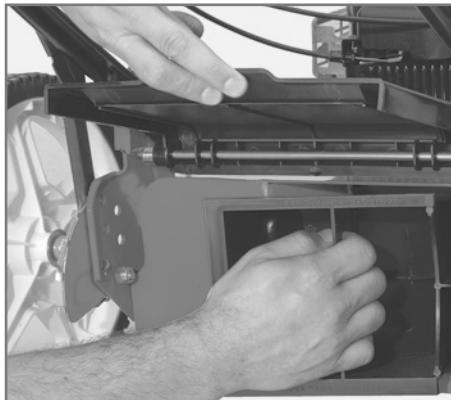

Figura 10
- ✓ Para utilizar el deflecto de reciclaje de césped, con la máquina apagada, levante la tapa trasera y monte el deflecto en la abertura de la salida de césped, como se muestra en la Figura 10.